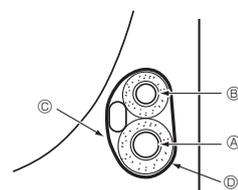

Fig. 4-4
4.4.1. Verstaen im Rohrleitungsraum der Anlage (Fig. 4-4)